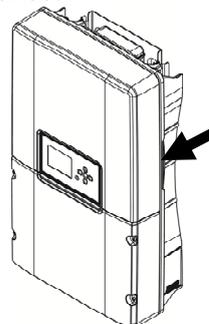

Figura 2.4.2: "Maniglie"
- Entrambe le parti della scatola dell'inverter sono ristrette per consentire una migliore presa sul dispositivo. Sollevare l'inverter con cautela dalla scatola usando le "maniglie" illustrate in *Figura 2.4.2*.